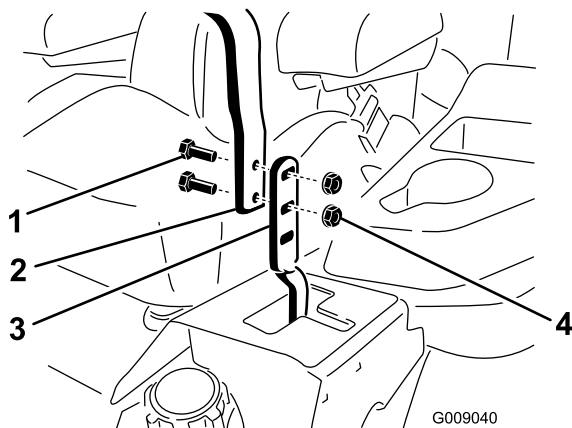

Figura 57
3. Allentate i bulloni e i dadi delle flange montati sulle leve (Figura 57).